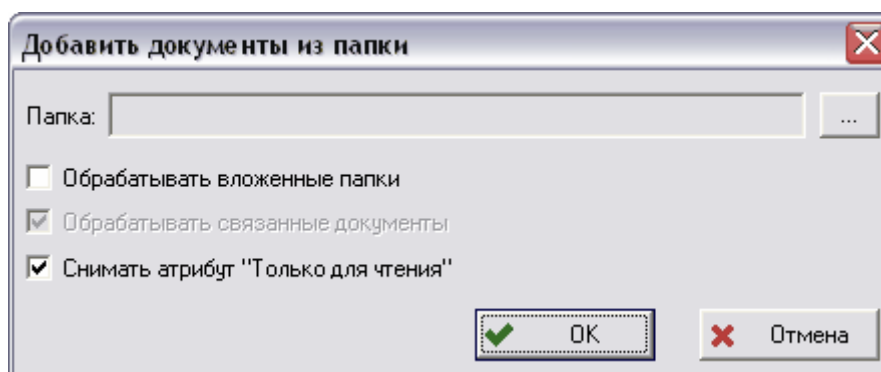

Рис. 132
- Добавление в БД папки и файлов, входящих в нее, с диска. При этом могут обрабатываться вложенные папки с файлами. В контекстном меню папки выберите пункт **Работа с документами** → **Добавить папку с диска...**. Далее отобразится диалоговое окно настройки параметров добавления в БД папки с файлами (Рис. 132).